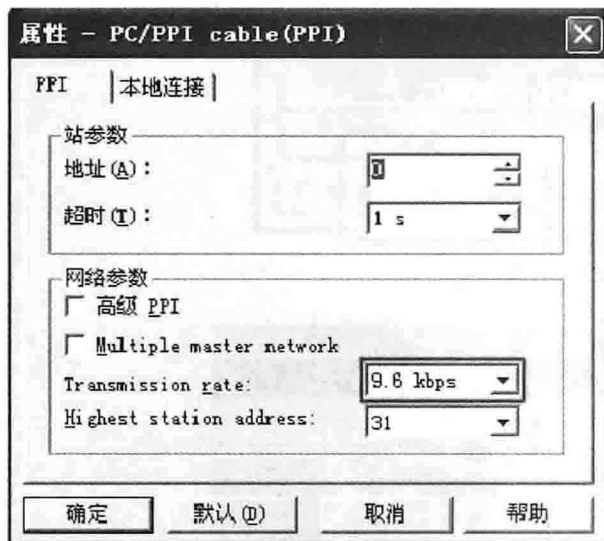

图 1-17 “属性”对话框
(6) 单击“属性”按钮，弹出“属性”对话框，按图 1-17 所示进行参数设置。